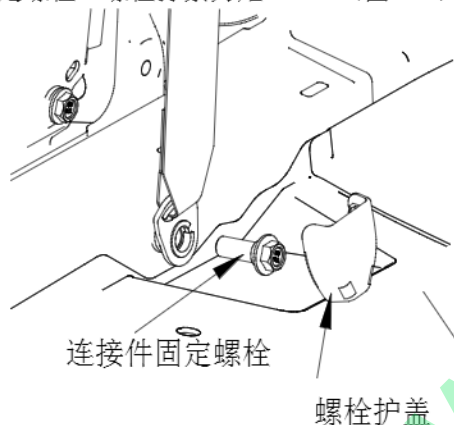

图 1-1
3、将 B 柱下部的螺栓护盖向外扳将其拆卸，然后拆除连接件固定螺栓。螺栓拧紧力矩 $45\text{N}\cdot\text{m}$ （图 1-1）。